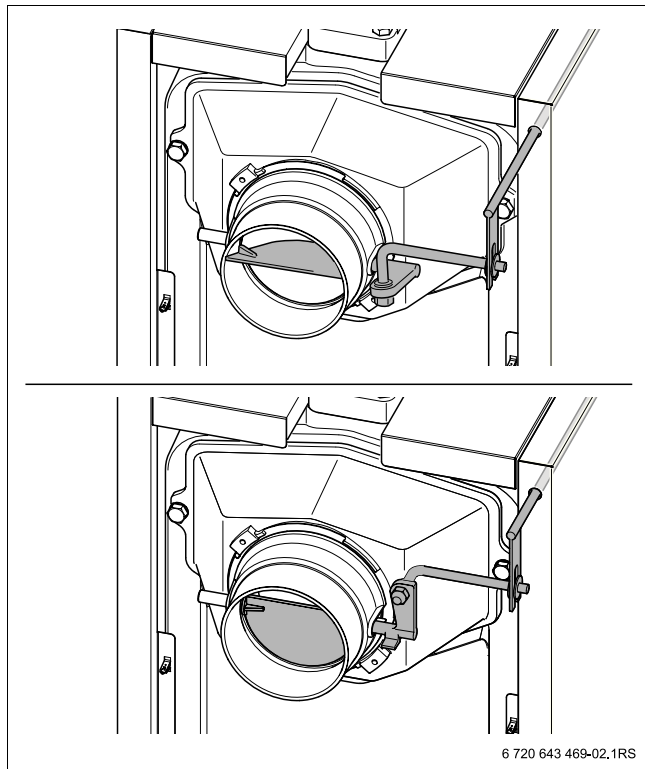

Рис. 31 Дымовая заслонка (вверху открыта; внизу закрыта)
- Чтобы предотвратить потери тепла в дымовой трубе, по возможности в зависимости от тяги прикройте дымовую заслонку (→ рис. 31, нижний).
Если дымовые газы выходят плохо (недостаточная тяга), то снова откройте дымовую заслонку (→ рис. 31, верхний).
- Откройте дымовую заслонку для снижения выхода дыма в помещение при загрузке топлива (→ рис. 31, верхний).
- Закройте загрузочную дверцу [1] и дымовую заслонку (→ рис. 31, внизу).